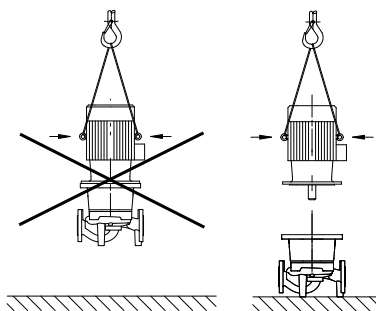

Fig. 20: Transport motora
- **Ušice za podizanje na motoru koristiti samo za nošenje opterećenja motora, ne za nošenje cele pumpe (Fig. 20).**